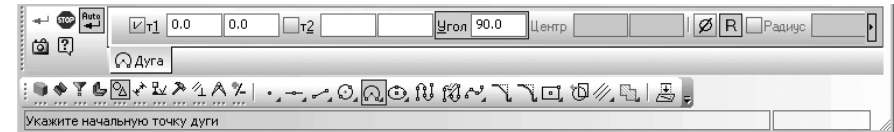

Рис. 8.109. **Панель свойств: Дуга по двум точкам и углу раствора, Компактная панель**, с нажатой кнопкой  **Дуга по двум точкам и углу раствора** и строка сообщений
**Панель свойств: Дуга по двум точкам и углу раствора, Компактная панель**, с нажатой кнопкой  **Дуга по двум точкам и углу раствора**, и строка сообщений показаны на рис. 8.109.